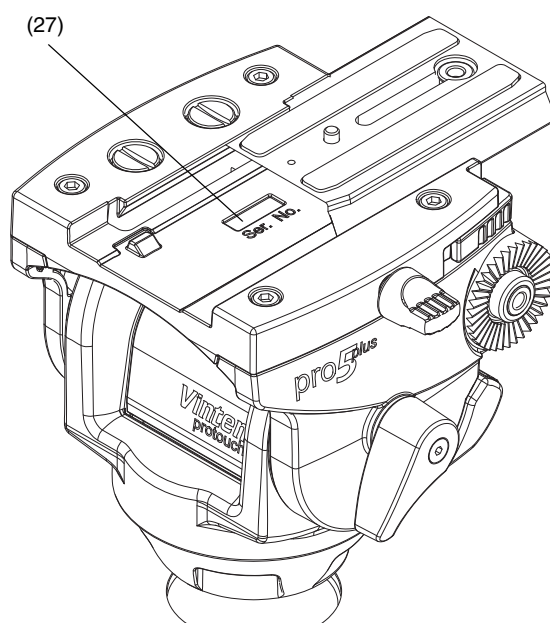

Fig. 9
本製品の製造番号の位置 (27) は、Fig. 9 に表示しています。